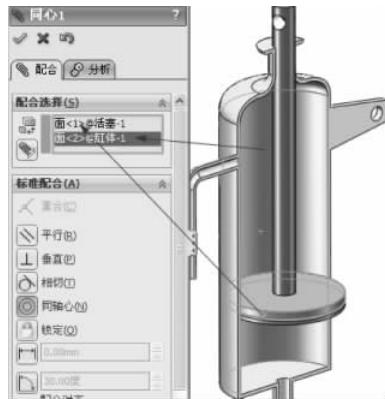

图 3-11 同轴心配合
(3) 单击【装配体】工具栏中的【配合】按钮 $\square$ ,弹出【配合】的属性设置。在【标准配合】选项组下选择【同轴心】配合类型 $\square$ ,单击【配合选择】选项组下的选择框,然后在图形区域中选择活塞圆柱面和缸体内腔半圆柱面,其他保持默认,如图 3-11 所示,单击【确定】按钮 $\checkmark$ ,完成同轴心的配合。